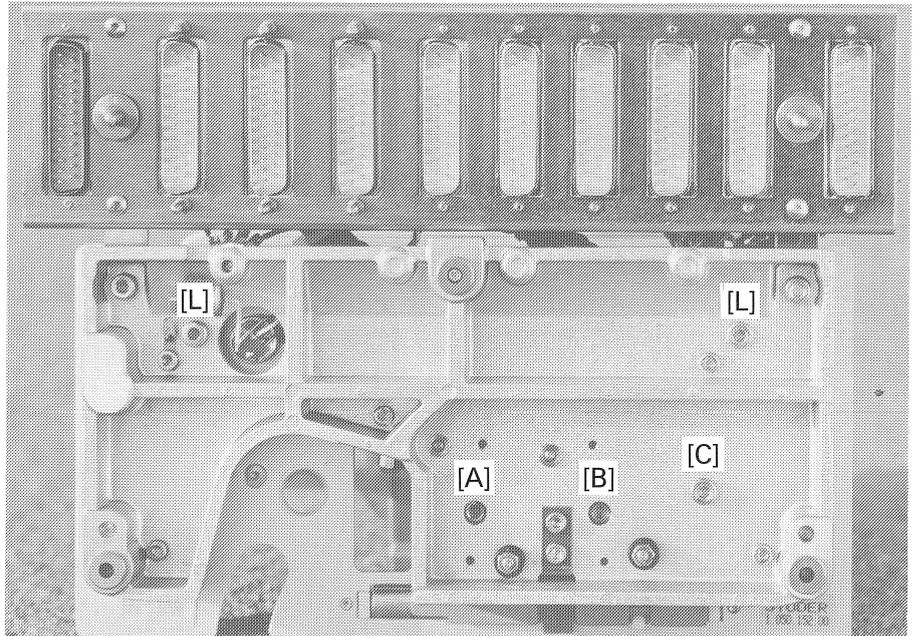

Fig. 28
- Hinteres Deckelprofil (2 Schrauben [L], Innensechskantschlüssel 3mm) entfernen (siehe Fig. 28).